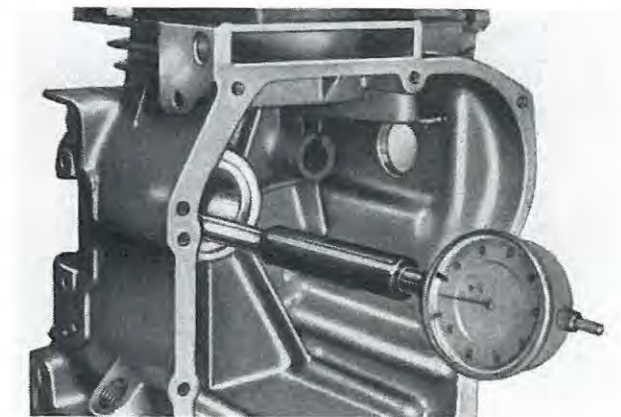

Fig. 30
Contrôle logements bâti, mm.(Fig.30)
- Measure with dial gauge crankshaft bearing, seal ring and camshaft housings: check housing diameters at three different heights (Fig. 30).
- Mit Innenmeßgerät zwei senkrecht zueinanderstehende Durchmesser (Abb.30; a,b) der Kurbelwellenlagerbohrung, des Öldichtringsitzes und des Nockenwellenlagers auf drei verschiedenen Höhen abtasten.
Kontrolle der Kurbelgehäusesitze (Abb.30),mm: